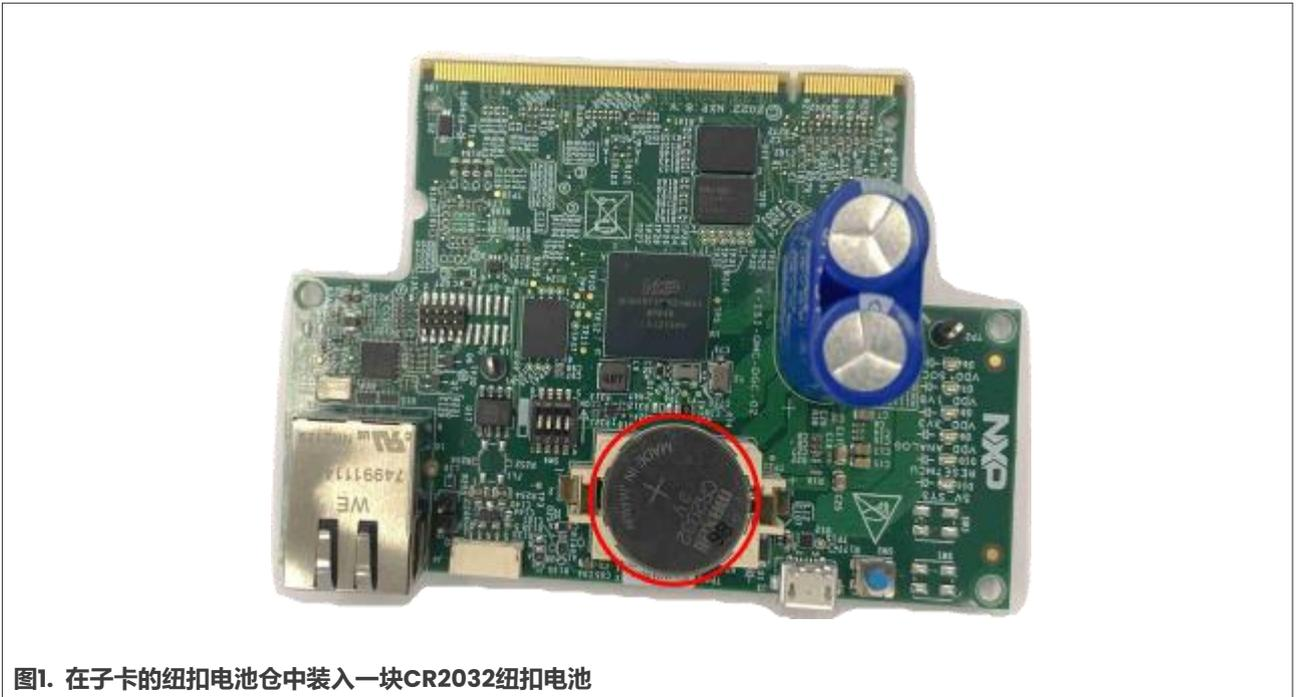

图1. 在子卡的纽扣电池仓中装入一块CR2032纽扣电池
1. （可选）如图1所示，将一块**CR2032纽扣电池**装入子卡的纽扣电池仓。该纽扣电池为i.MX RT1176 MCU的SNVS\_LP（低功耗）供电，用于RTC备份。